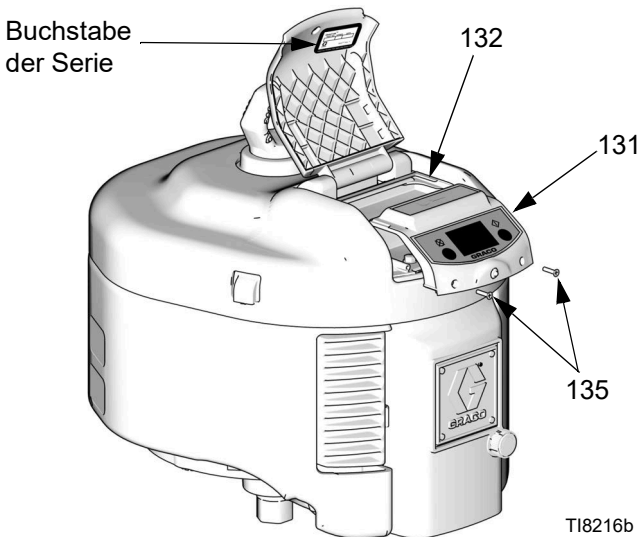

ABB. 4. DataTrak-Modul ausbauen
- Die zwei Schrauben (135) entfernen. Schieben Sie das DataTrak-Modul (131) vorsichtig aus dem Gehäuse heraus (132). Siehe ABB. 4.
* ABB. 4 zeigt, wo der Buchstabe der Serie zu finden ist.